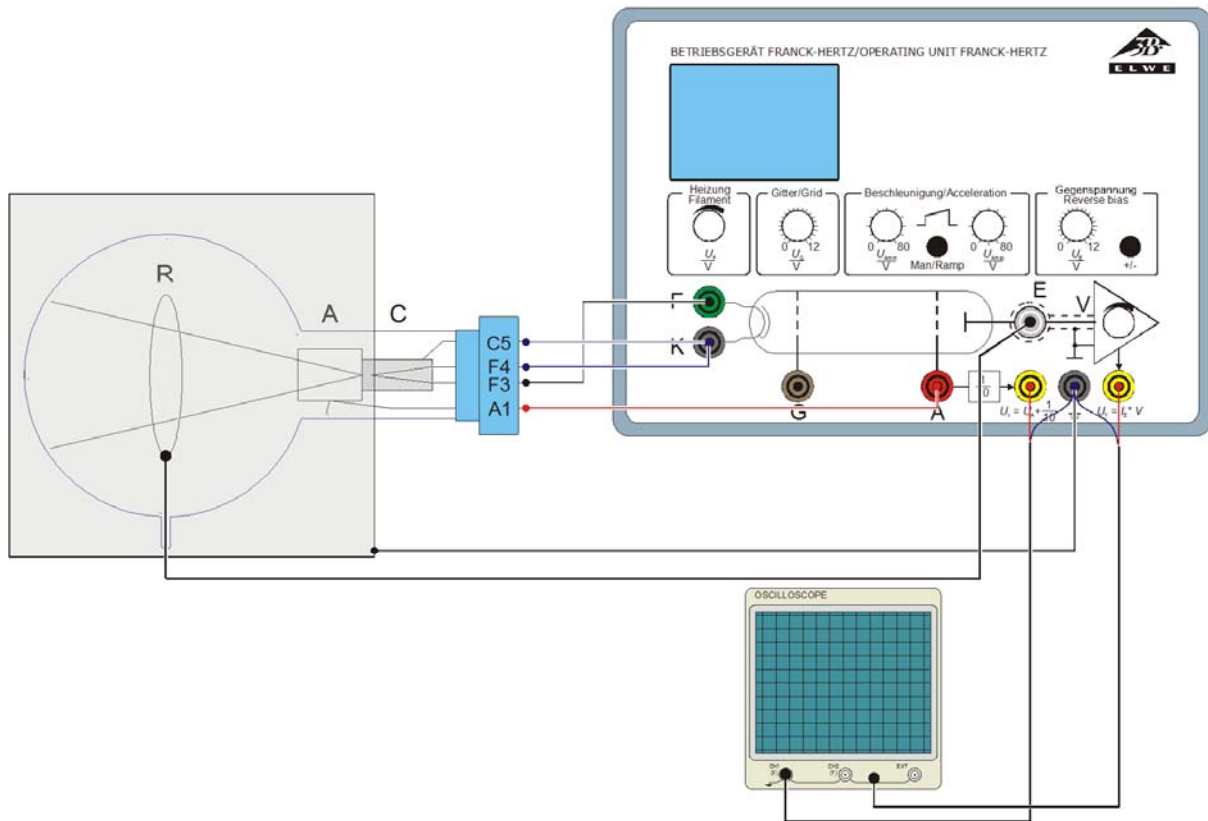

Fig. 3 Montagem experimental do tubo de potencial crítico
- Ligar a tomada F3 do suporte de tubo com a saída F no aparelho de operação, C5 com a saída K (Os contatos C5 e F4 estão ligados entre si dentro do tubo) e A1 com a saída A (vide fig. 3).